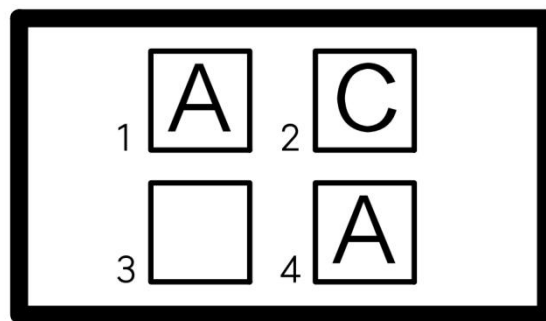

图 2: 识别板 1 的内容示意
4) 送药小车须通过**识别板 1** 获取当前小哥所需药品。识别板 1 的内容为有字母标识的 4 个方框，分别代表了 4 个配药窗口这一轮所需的药品种类，没有取药小哥的窗口为空，如图 2 所示：